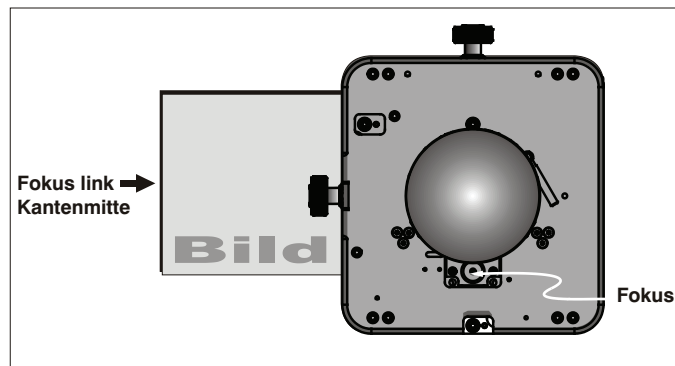

Abbildung 2-23 Einstellen des Fokus
3. Passen Sie den **Fokus** an, verwenden Sie dazu den Bildschärfenknopf, um das Objektiv einzufahren. (**Abbildung 2-23**) Achten Sie darauf, wann das Bild links im Bildschirm scharf ist. Ist das Bild links scharf und rechts nicht, prüfen Sie, ob der Fokus der rechten Seite im Verhältnis zur linken vor oder hinter dem Bildschirm liegt. Ist der gesamte Bildschirm scharf, gehen Sie weiter zu Schritt 7.